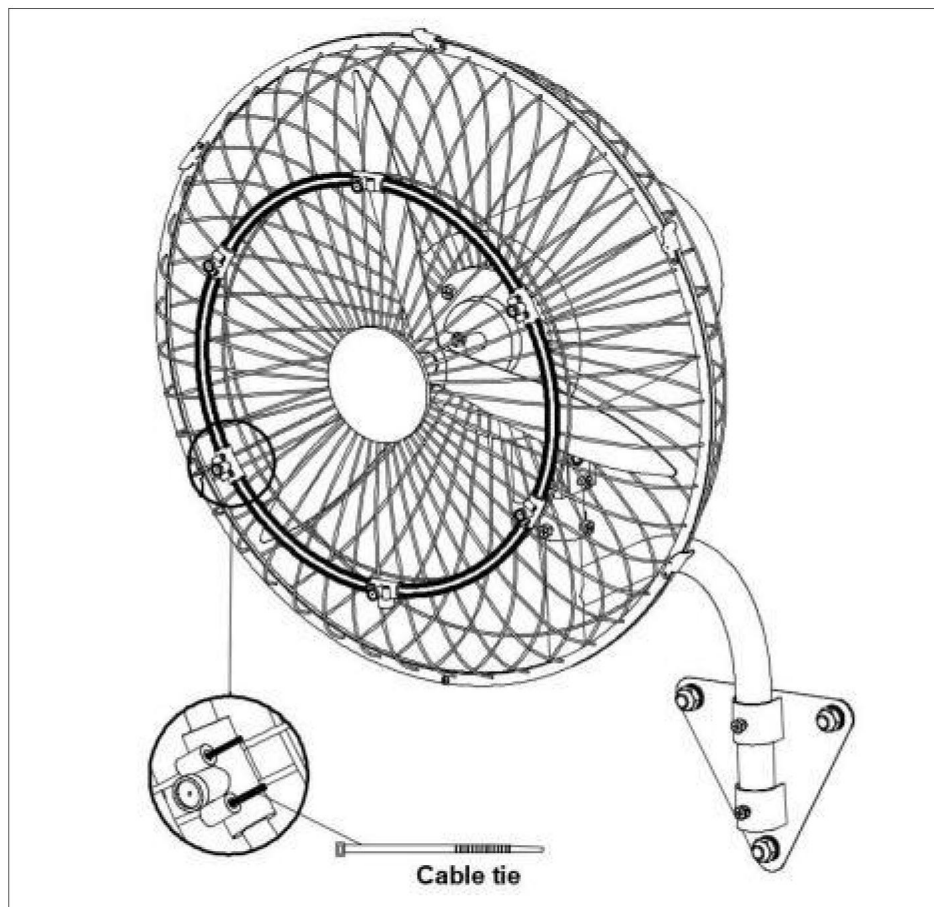

Fig.10.
1). Installare il tubo spruzzatore sulla copertura della griglia anteriore e fissarlo con un cavo cravatta. Vedere la (Fig.10.)